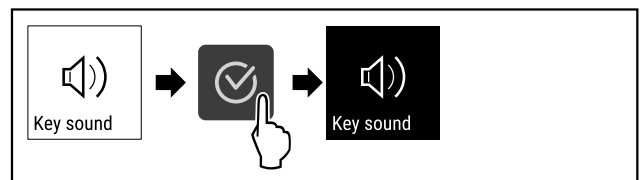

Fig. 43
- ▶ Wykonać czynności (patrz Fig. 43).